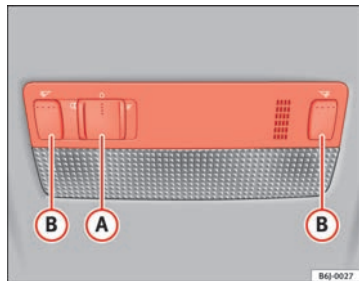

Fig. 64 Lampe de lecture avant
Appuyez sur la touche correspondante (B) ⇒ fig. 64 pour allumer la lampe de lecture.